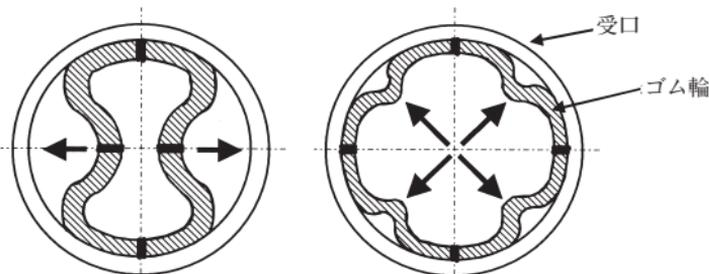

図34 ゴム輪の装着方法
- (1) ゴム輪の装着は表示マーク(呼び径、管種など)、表裏、方向を確認し、図34の方法で行う。